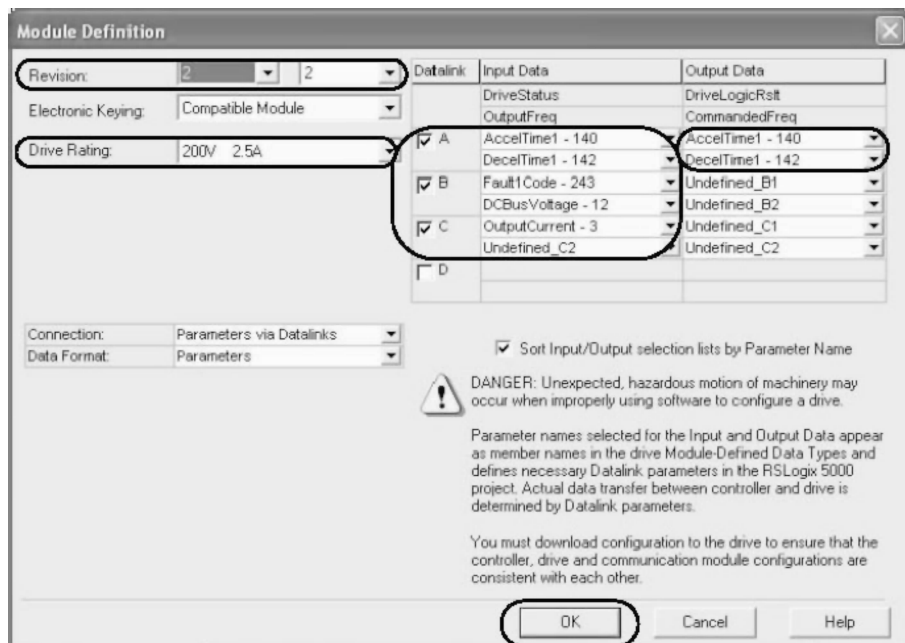
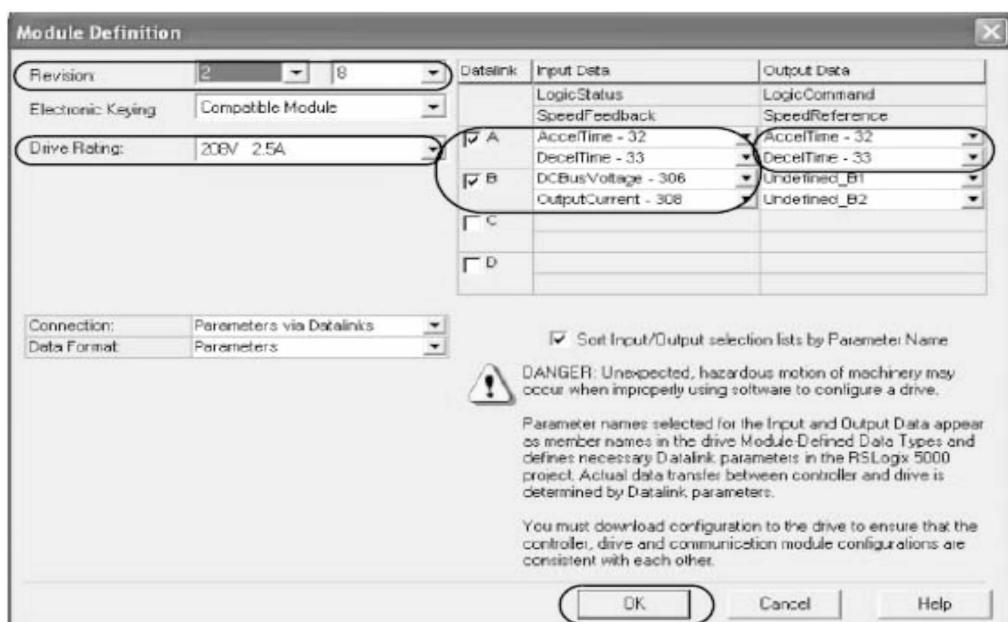
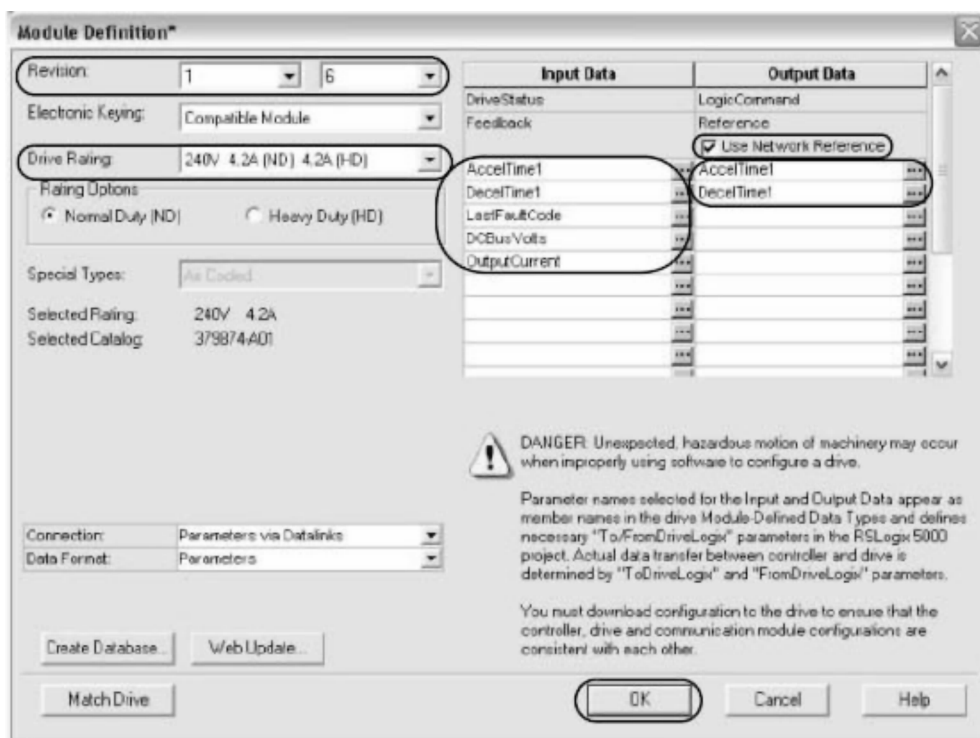

图 24-4 PowerFlex 70、70EC、700 和 700H 数据链路
图 24-5 PowerFlex 700S 和 700S 2P 数据链路
图 24-6 PowerFlex 755 数据链路
4) 选择“更改...”(Change...)按钮,然后为 PowerFlex 面板和 AOI 中使用的监视和诊断数据输入以下 * 默认数据链路模块定义。输入结束后单击“确定”(OK),如图 24-4、图 24-5 和图 24-6 所示。